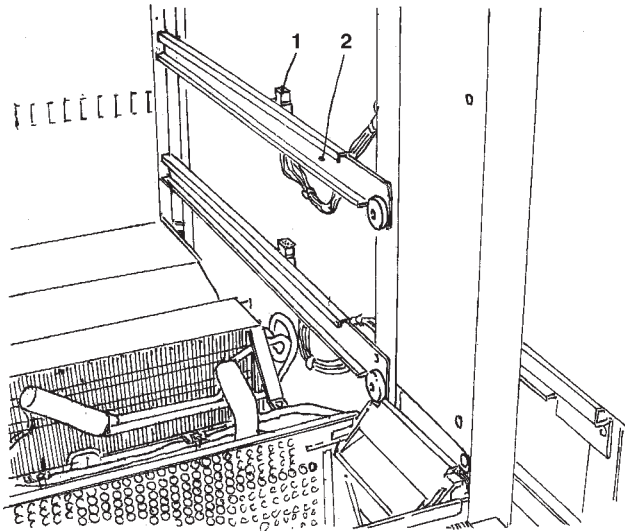

Fig. 22
- Desplazar las guías (ver la fig. 22) colocadas sobre los soportes laterales exceptuando las primeras de abajo que quedan en la misma posición.